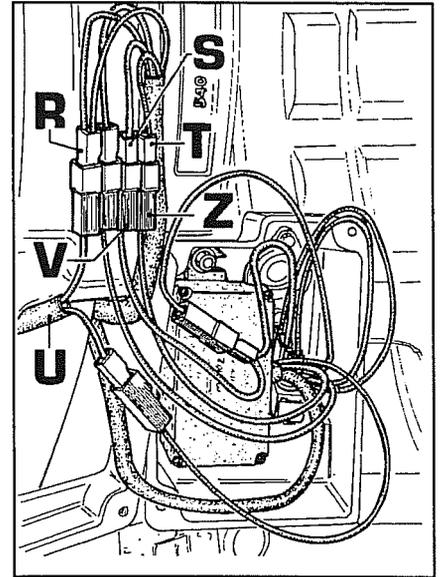

Fig. 48
5. Para dicha exclusión es necesario quitar la caja soporte reóstatos/central situada en el guardabarros derecho, luego volcarla como se ve en la fig.48.
8. Conectar los cables del cableo máquina **R-S-T** (fig.48) con el interruptor de elevación/descenso respetando las siguientes uniones: